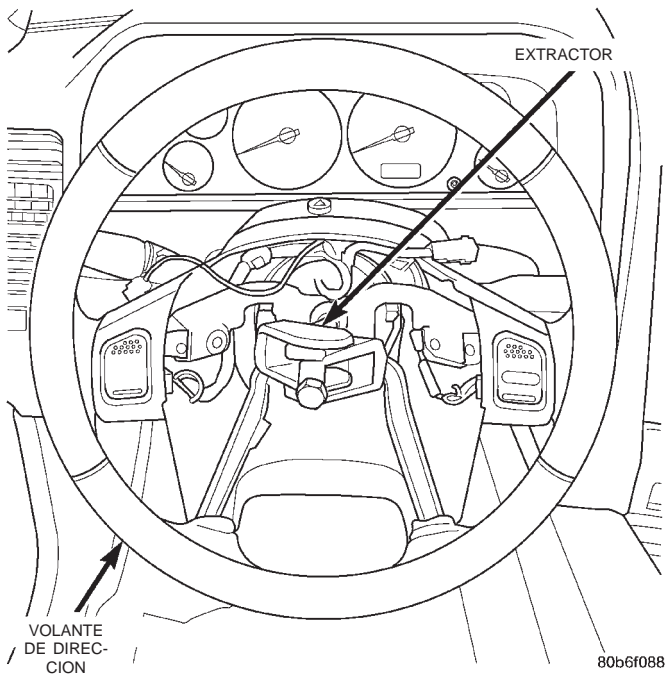
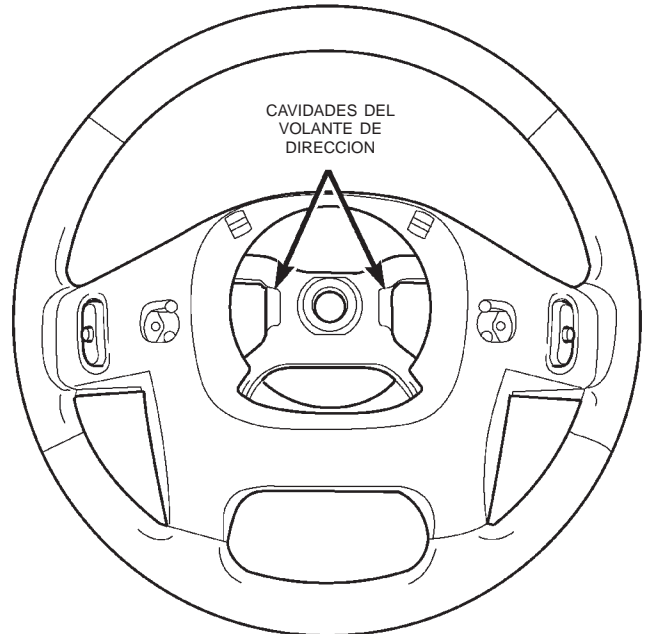

Fig. 7 Desmontaje e instalación del volante de dirección
Fig. 8 Cavidades de la armadura del volante de dirección
(5) Desprenda el volante de dirección de la acanaladura del árbol superior de la columna de dirección empleando un extractor de dos mandíbulas (herramienta especial C-3894-A) (Fig. 7). Cuando instale el extractor en el volante de dirección, asegúrese de que cada mandíbula del extractor se asiente en la cavidad moldeada en el lado de abajo de la armadura del volante de dirección, a cada lado de la maza (Fig. 8). Además, si va a utilizarse nuevamente el muelle de reloj, cerciórese de no dañar o deformar la caja del muelle de reloj al colocar las mandíbulas del extractor debajo de la maza de la armadura del volante de dirección.